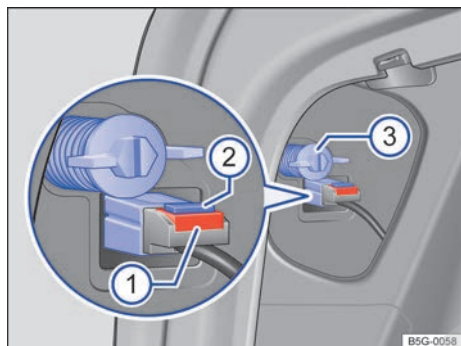

Fig. 191 Lateral del maletero: desmontaje del grupo óptico trasero.
4.	Extraiga el fusible → fig. 191 ①. Presione el bloqueo ② del conector y desacople el conector.
5.	Desenrosque el tornillo de fijación con la mano ③.
12.	Con una mano sostenga el grupo óptico en la posición de montaje y con la otra apriete el tornillo de fijación → fig. 191 ③.
14.	Acople el conector al portalámparas y encaje el fusible ①.